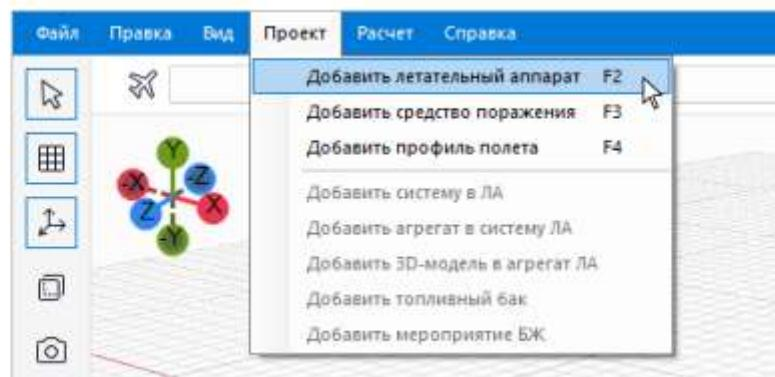

Рисунок 5.2.2
- выполнив команду **Проект → Добавить летательный аппарат** (см. Рис. 5.2.2);